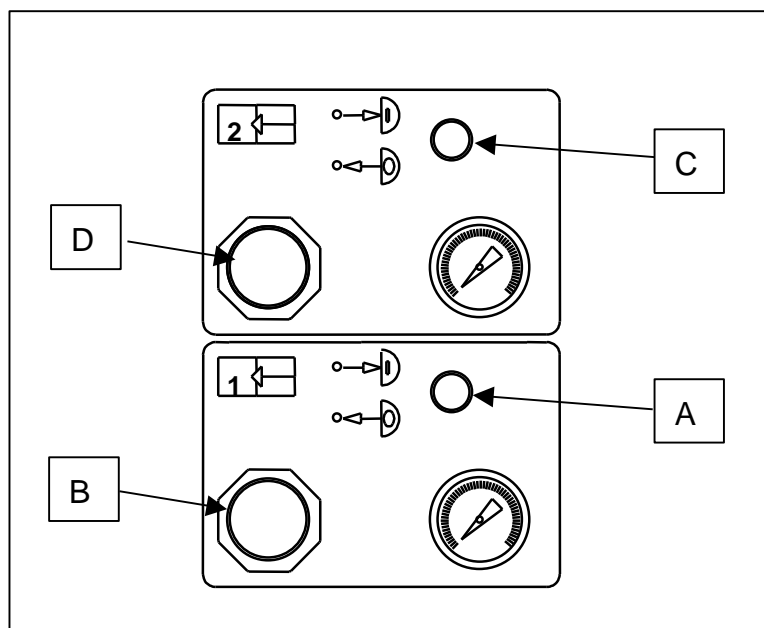

ABBILDUNG 3.4.1
Die Maschine ist mit einer Fronttafel (Abb. 3.4.1) mit einem Pneumatikschalter (A) und einem Druckminderer (B) ausgestattet.
Die Einstellung erfolgt wie folgt (Abbildung 3.4.1):